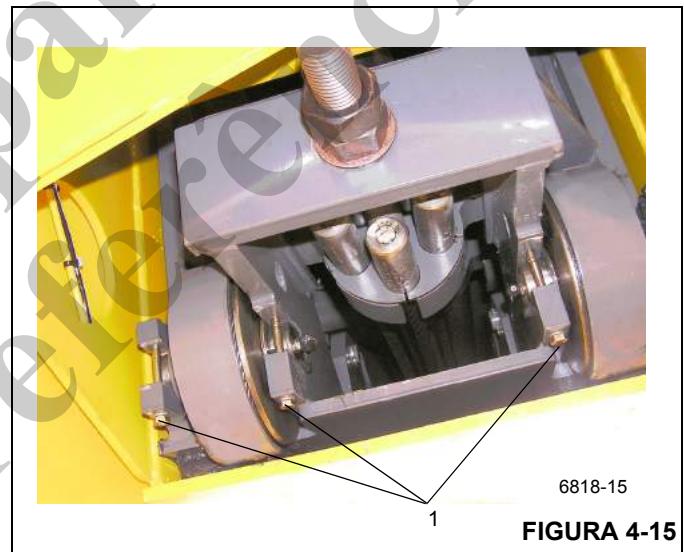

FIGURA 4-15
1. Em ambos os lados, remova os parafusos (Figura 4-15, 1) que prendem cada conjunto soldado do eixo do conjunto de polias de retração. Remova o eixo, a bucha espaçadora, o conjunto de polias e as arruelas de empuxo. Se necessário, remova a graxeira do conjunto soldado do eixo.